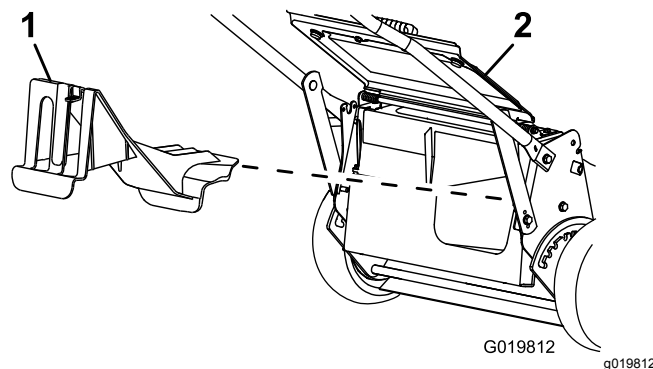

Figura 20
- Se il coperchio di scarico posteriore non è installato, afferratelo dalla stegola, sollevate il deflettore posteriore e inseritelo nel condotto di scarico posteriore fino a bloccare il fermo in posizione; vedere Figura 20.